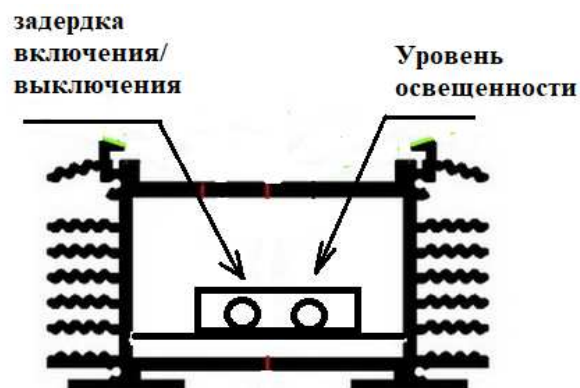

Рис. 2. Схема расположения резисторов подстройки, при снятой крышки с фотодатчиком.
3. Возможно, изменить задержку включения /выключения вращая подстроечный резистор «задержка». Задержка включения/ выключения изменяется в диапазоне от 0-600сек. Расположение резисторов подстройки показано на рис.2.